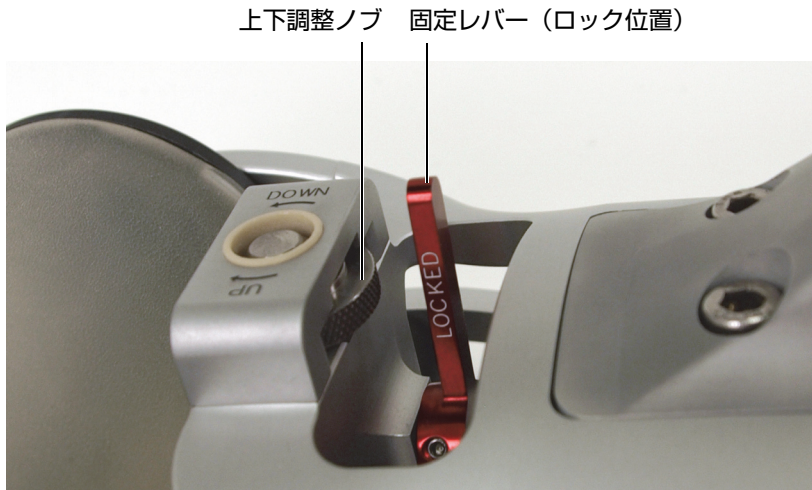

図 4-3 中央ホイールのロック
3. ロッキングレバーを LOCKED (ロック) ポジションに移動して中央ホイールの位置をロックします (60 ページの図 4-3)。